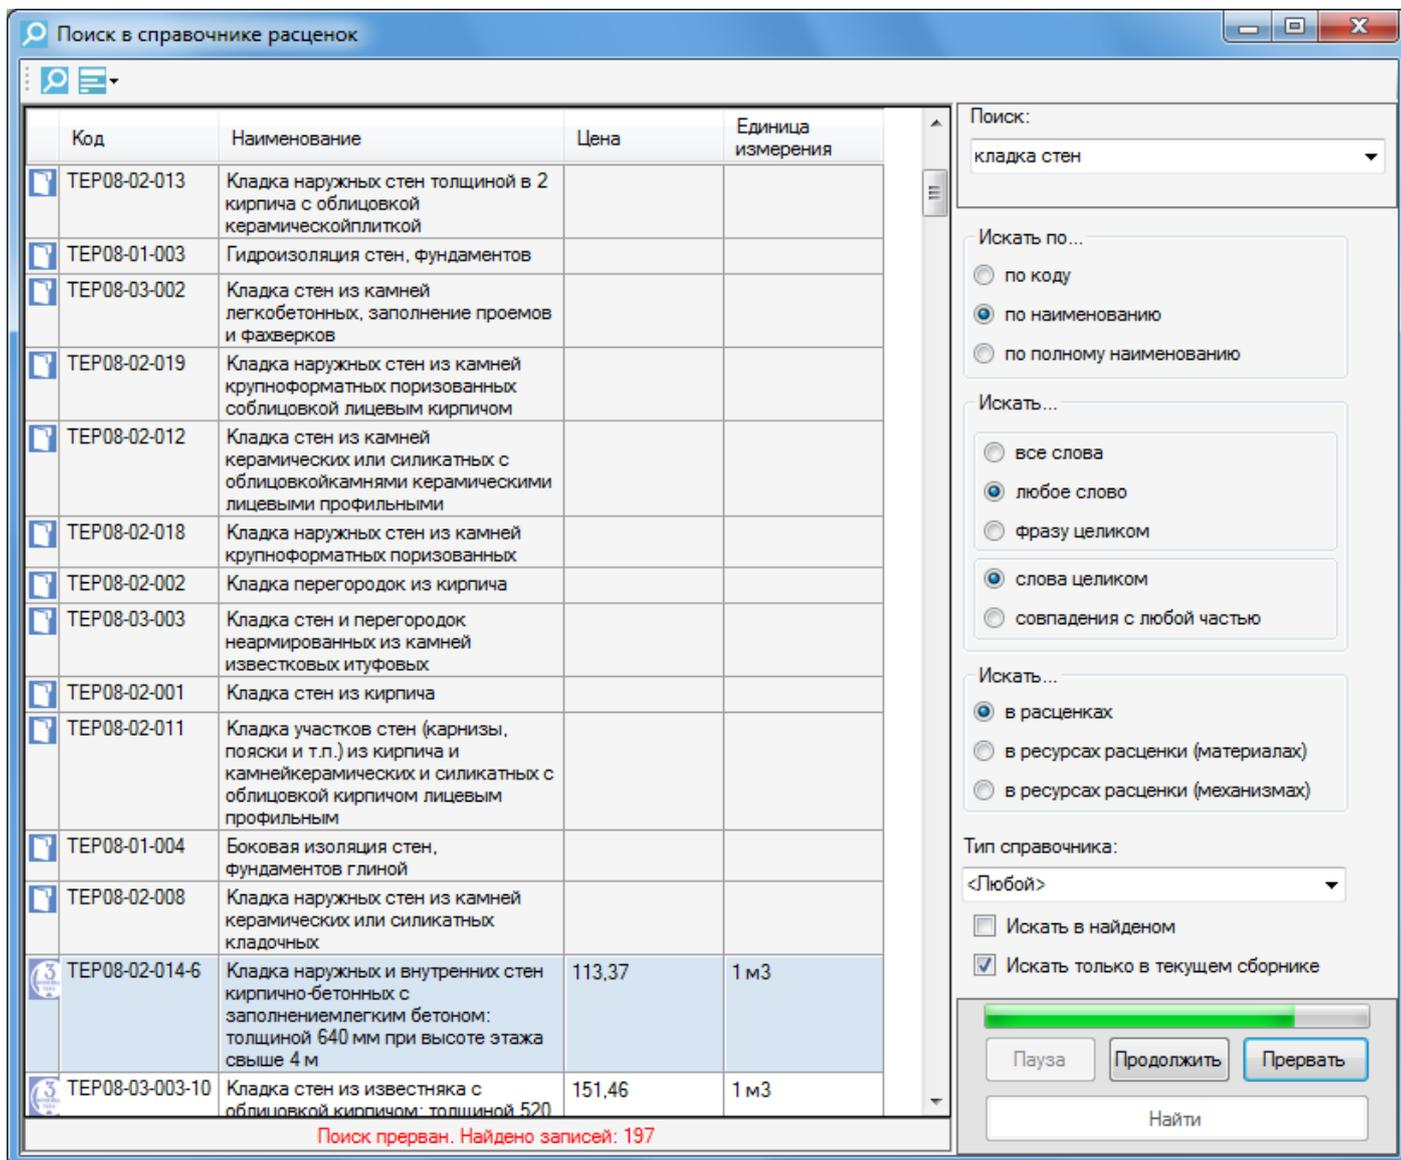

Рис. 3.20. Окно поиска (вкладка дополнительно)
**Флажок «Искать только в текущем сборнике».** Если флажок включен, то в окне результатов поиска будут выводиться только элементы из текущего сборника, т.е. на котором стоит курсор мыши (рис. 3.20).